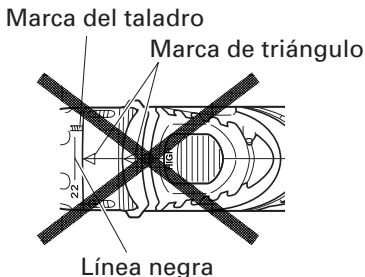

Fig. 23
- No utilice la unidad con el número de la tapa en "22" y la línea negra en el medio de la marca de taladro. Si lo hiciese, se podrían producir daños. (Consulte la Fig. 23)